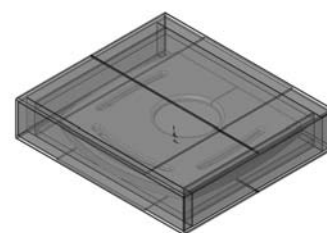

Figura 2 - Imballo ceramica/ollare stufa Nogal
- uno contiene il top in ceramica/ollare figura 2 (la scatola con la ceramica/ollare verrà sovrapposto all'imballo con la struttura)